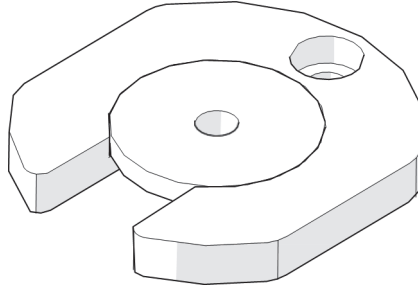

Figura 2-15 Arandela de la herramienta cabestrante para la rueda de conducción
17. Retire la arandela del centro de la herramienta cabestrante para la rueda de conducción (ver Figura 2-15 en la página 99).